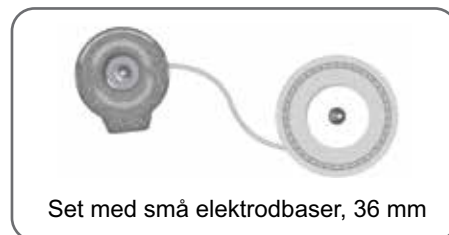

Bild 6-7: Elektrodbasalternativ för liten underbensmanschett
**Följande elektrodbas används tillsammans med den lilla underbensmanschetten (se bild 6-7):**